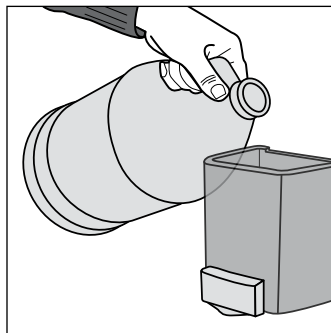

Figure 4
- Ouvrez le distributeur. Rincez le réservoir et le mécanisme de la pompe avec de l'eau chaude pour enlever les résidus et les éléments contaminés. Remplissez le distributeur avec du savon et remplacez le couvercle. (Voir Figure 4)